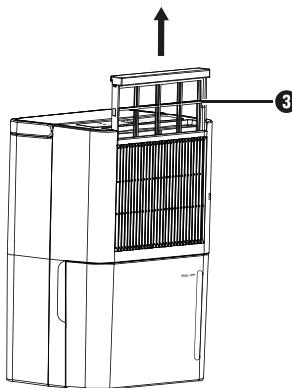

Abb. 6
- ◆ Schalten Sie das Gerät aus und ziehen Sie den Netzstecker ⑫ aus der Netzsteckdose.
- ◆ Der Luftfilter ③ befindet sich hinter dem Lufteinlassgitter ②. Fassen Sie mit den Fingern die Griffkante des Luftfilters ③ und ziehen Sie ihn nach oben aus dem Gerät (siehe Abbildung 6).